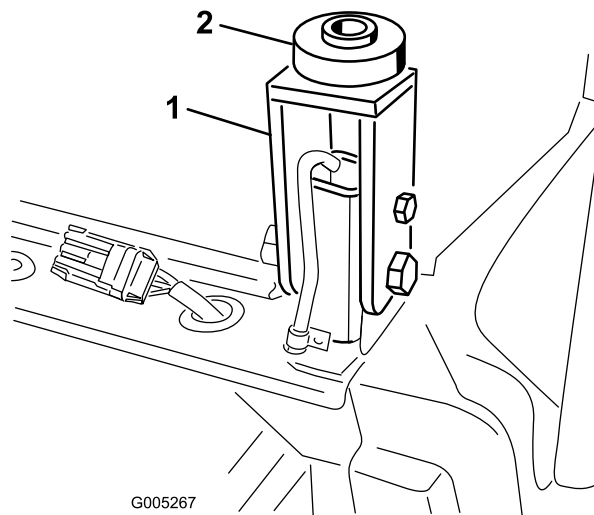

Figura 22
9. Instale un taco de goma en cada punto de montaje trasero de la cabina (Figura 22).